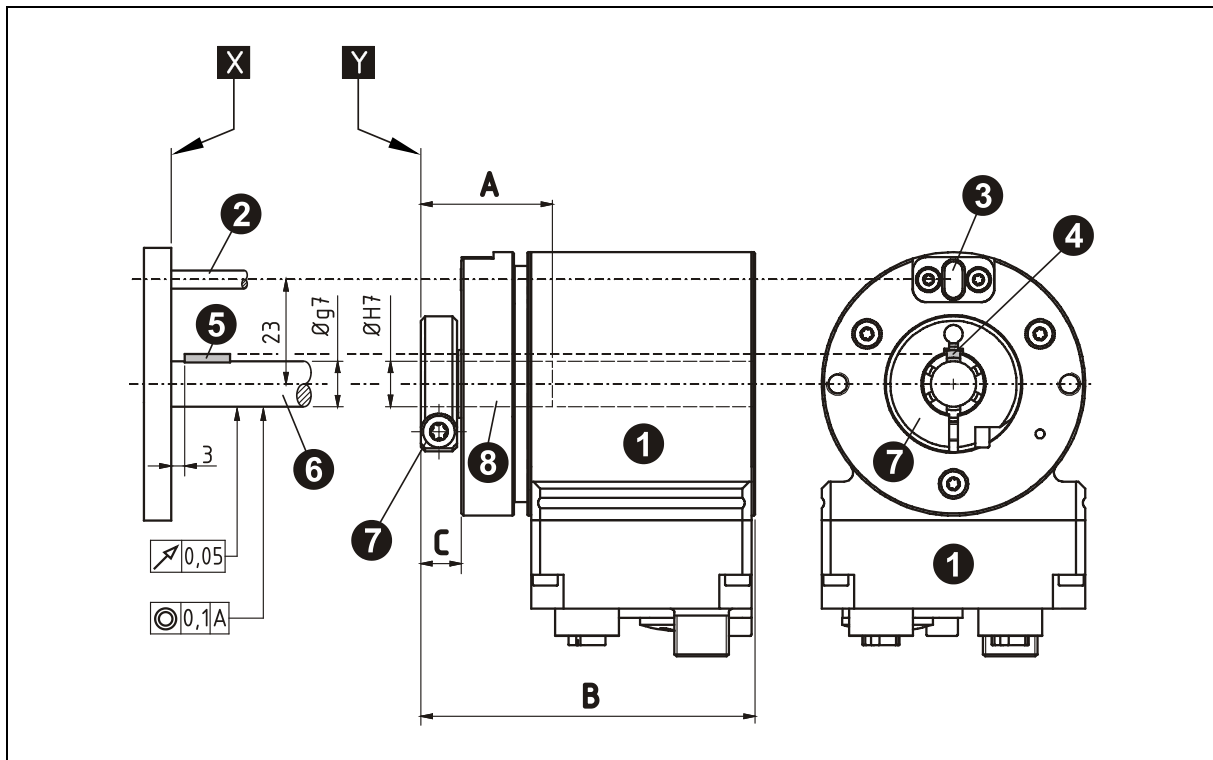

Abbildung 10: Montage mit Pass-Stift und Nuteinsatz, Prinzip-Darstellung
- Die Fixierung des Mess-Systems ist über einen Pass-Stift auf der Antriebsseite vorzunehmen, siehe Abbildung 10.
- Der Pass-Stift muss mindestens 4 mm in den Nuteinsatz hineinragen, maximal 5,5 mm. Der Abstand vom Mess-System-Flansch **Y** zur kundenseitige Vorrichtungs-Fläche **X** sollte > 1,5 mm betragen, siehe Abbildung 10.